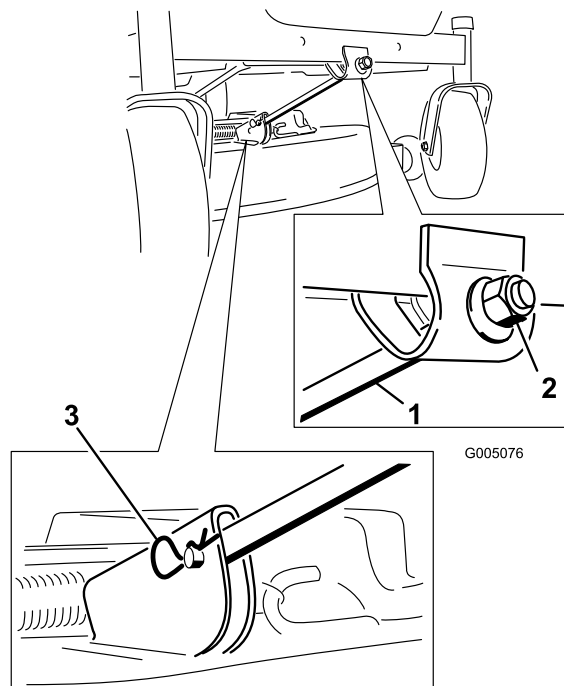

Figura 44
4. Retire el pasador y la chaveta de la varilla de soporte delantera (Figura 44). Baje cuidadosamente la parte delantera de la plataforma del cortacésped al suelo.
6. Conecte la varilla de soporte delantera a la plataforma del cortacésped con el pasador y la chaveta (Figura 44).